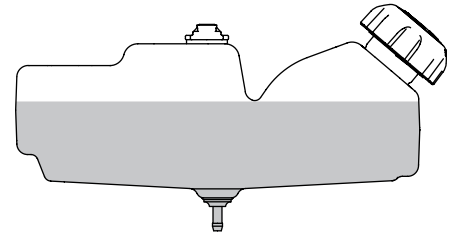

Figura 2-15
**Importante:** Es importante NO llenar a tope el depósito de combustible al llenarlo. Debe dejar un área de expansión disponible dentro del depósito de combustible para permitir que el combustible se expanda y que haya una ventilación adecuada. De lo contrario, es posible que la unidad no funcione adecuadamente. Llene el depósito en los modelos de plataforma de 30" de conformidad con la Figura 2-15, para los modelos de plataforma de 24" consulte el Manual del Operador del motor.